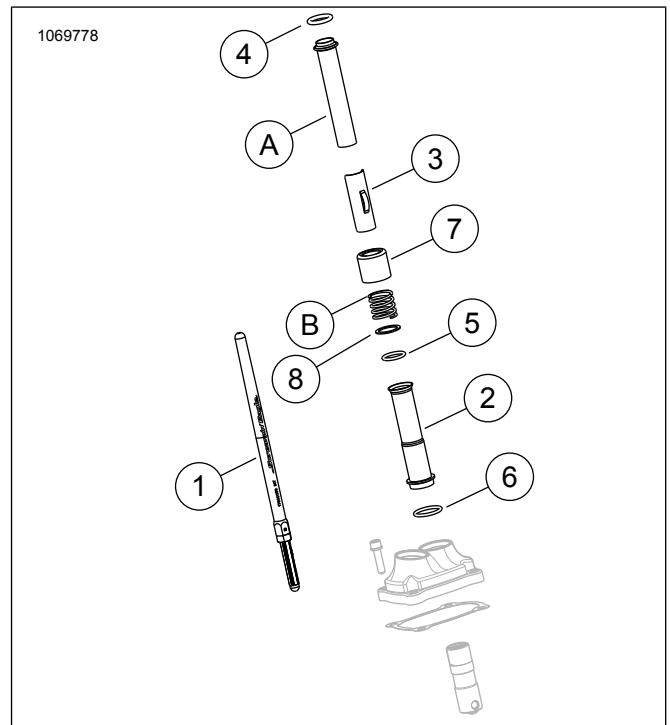
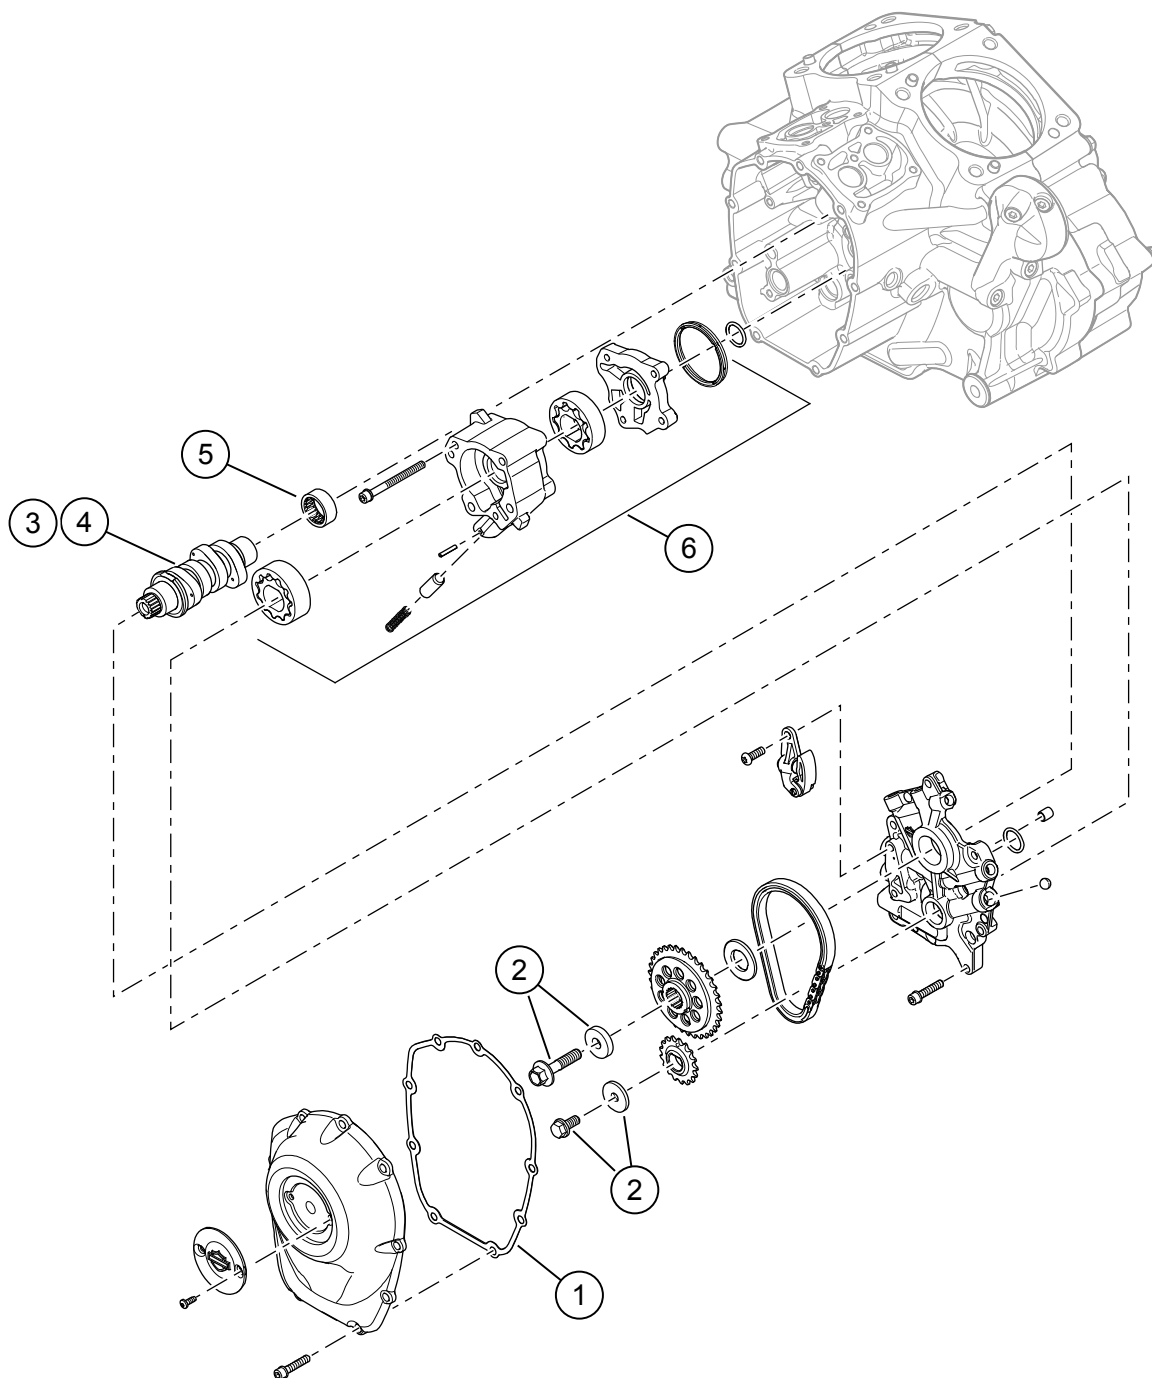

Abbildung 3. Ersatzteile
Abbildung 4. Ersatzteile: Screamin' Eagle Milwaukee-Eight Stage 2 Satz
Siehe Abbildung 3 zu Abbildung 4, und Tabelle 2 zu Tabelle 3.
1. Siehe Abbildung 4. Die Ölpumpe einbauen. Siehe MOTOR im Werkstatthandbuch.